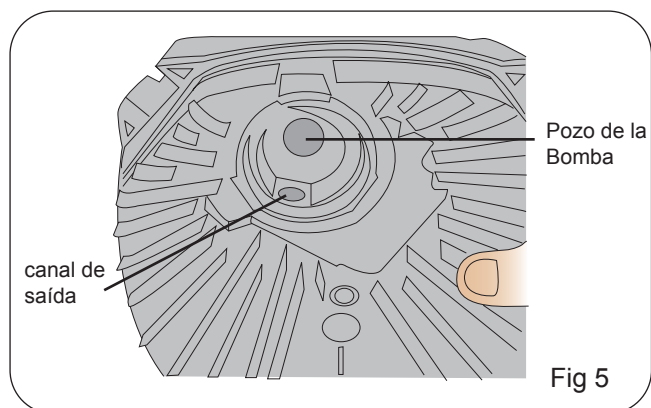

Fig 5
15. Limpe a câmara do rotor e o canal de saída utilizando uma escova de ouriço. Fig. 5